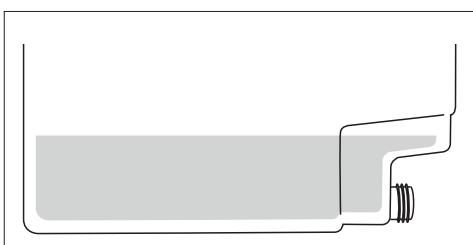

Rys. 37
- ▶ Przesuń wskaźnik daty (patrz Rys. 37) do momentu pojawienia się miesiąca użycia.
- ▶ Włóż filtr do zbiornika wody i wcisnij go, aż dotknie dna zbiornika (patrz Rys. 37). Włóż wylewkę na swoje miejsce.